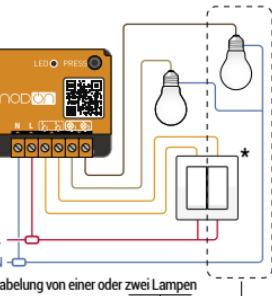

Bild 1
- 3 Verdrahten Sie das Modul gemäß dem Schema der Abbildung 1.